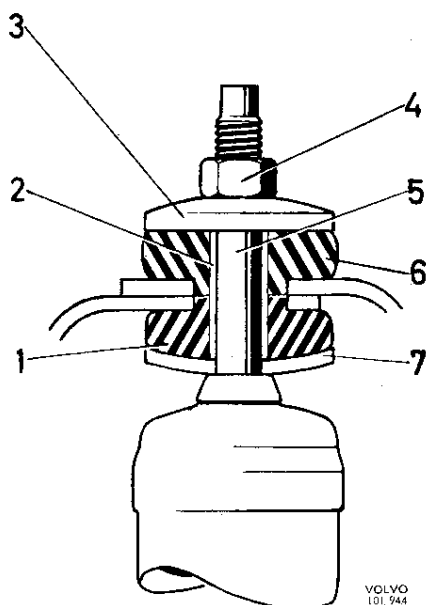

Abb. 11. Vordere Stoßdämpfer, obere Befestigung
3. Untere Scheibe und Gummibuchse (1 u. 7, Abb. 11) für die obere Stoßdämpferbefestigung auf Zustand überprüfen. Stoßdämpfer von unten durch die Schraubenfeder stecken und festschrauben.
Die obere Befestigung (Abb. 11) des vorderen Stoßdämpfers besteht aus einer Spindel (5) die mit Gummibuchsen (1 u. 6), Scheiben (3 u. 7) und einer Abstandhülse in einem Gehäuse im Vorderachsträger befestigt ist.
1. Obere Befestigungsmutter (4, Abb. 11), Scheibe (3) und Gummibuchse (6) entfernen.